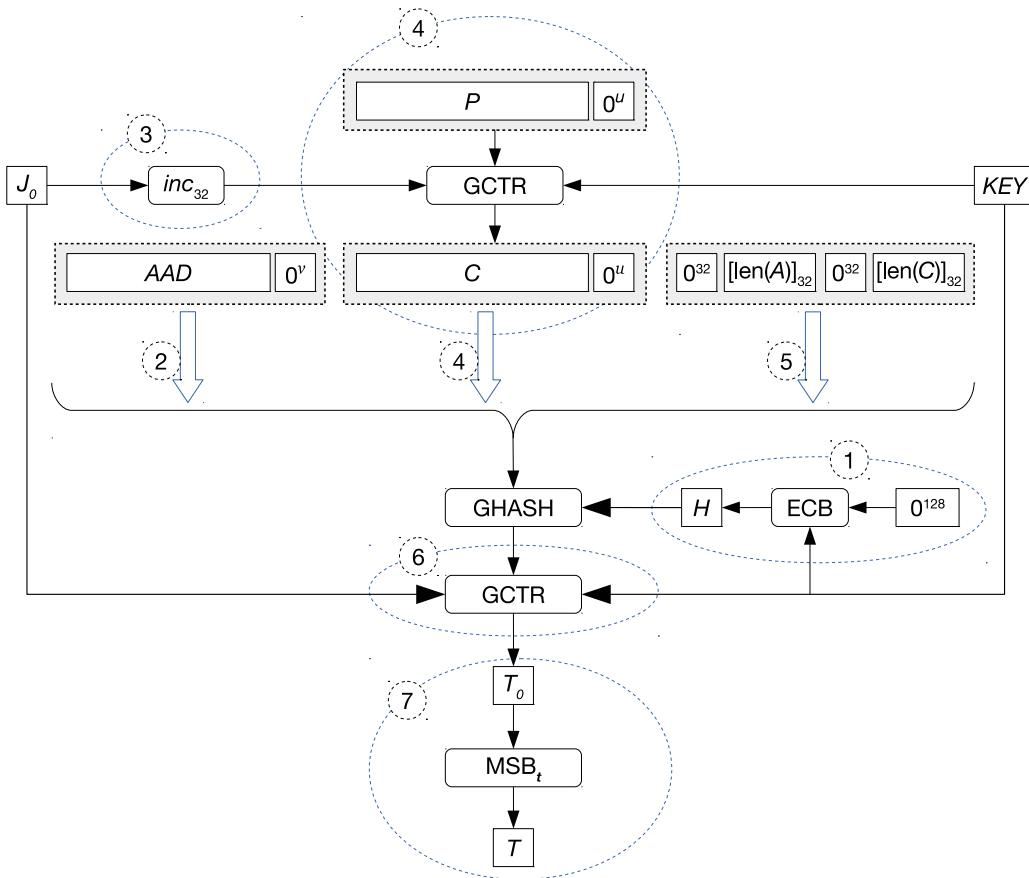

图 19-12. GCM 加密操作流程图
ESP32-S2 中 AES 加速器直接支持 GCM 算法（更多信息，请见 NIST SP 800-38D 标准）。值得注意的是，考虑到实际使用中很少会使用长度超过 $2^{32} - 1$ 比特的 AAD、C 和 P，我们在算法中将 AAD、C 和 P 的长度限制在 $2^{32} - 1$ 比特之内。图 19-12 显示了 ESP32-S2 内置 AES 加速器实现 GCM 加密算法的流程。
GCM 解密运算与 GCM 加密运算基本相同，仅有一处差别：在图 19-12 中的步骤 4 中，使用 GCTR 算法对封装后的密文做解密运算，得出明文。此处不再赘述。
在 GCM 操作中，哈希子密钥 (H) 是一个 128-bit 的值，由硬件计算求出，即图 19-12 中的步骤 1，对应 NIST SP 800-38D 标准中“7 GCM Specification”中的“Step 1. Let $H = \text{CIPH}_K(0^{128})$ ”描述。
在 GCM 操作中， J_0 是一个 128-bit 的值，由软件计算求出，将参与到图 19-12 中的步骤 3 和步骤 6 的计算中。具体的计算方式在 NIST SP 800-38D 标准中的“7 GCM Specification”章节部分有明确定义。请参阅 NIST SP 800-38D 获取更多算法标准的相关信息。
认证标签 (Authenticated Tag，简称为 Tag) 是 GCM 计算的最终结果之一，由软件完成计算，对应图 19-12 中的步骤 7，具体取值由长度参数 t ($1 \leq t \leq 128$) 决定：